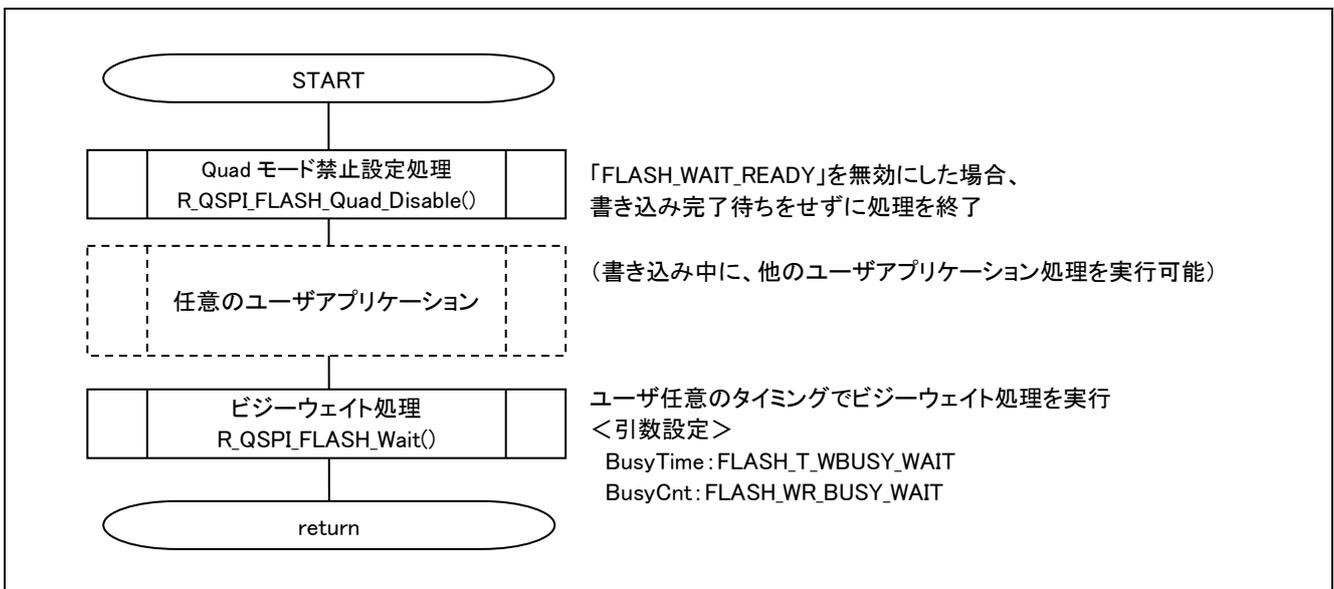

図 5-19 R_QSPI_FLASH_Wait()を使用したQuadモード禁止設定完了待ち方法
説明	<ul style="list-style-type: none"> ・ステータスレジスタの Quad Enable (QE) bit を 0 に設定し、Quad モードをキャンセルします。 ・処理終了後、ステータスレジスタを読み出して、QE bit を確認してください。 ・Quad Enable (QE) bit は、Non-volatile bit です。一度 Quad モードに設定した後、Quad モードを禁止にする場合、本関数を実行してください。 ・書き込み完了待ちの方法は二種類あります。以降にその方法を示します。なお、次の処理（書き込み／読み出し／消去等）は、書き込み完了を確認した後、実行してください。 <p>＜本ユーザ API で完了待ちを行う場合＞</p> <p>r_qspi_flash_mx25l.h の「FLASH_WAIT_READY」を有効にしてください。</p> <p>＜本ユーザ API で完了待ちを行わない場合＞</p> <p>r_qspi_flash_mx25l.h の「FLASH_WAIT_READY」を無効にし、本ユーザ API の処理が完了した後、R_QSPI_FLASH_Wait()をコールしてください。この処理方法では、ユーザの任意のタイミングで書き込み完了待ちを確認することができません。使用方法は図 5-19 を参照してください。</p>